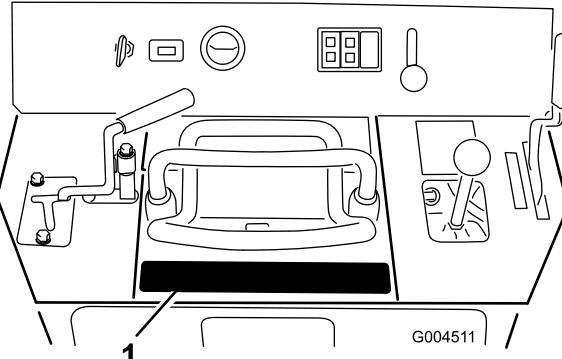

Bild 7
1. Reinigen Sie den Bereich hinter dem Fahrantriebshebel, um Schmutz oder Schmiermittel zu entfernen (Bild 7).
2. Ziehen Sie den Aufkleber vom Trägermaterial ab und bringen Sie ihn an der Stelle an, die in Bild 7 abgebildet ist.